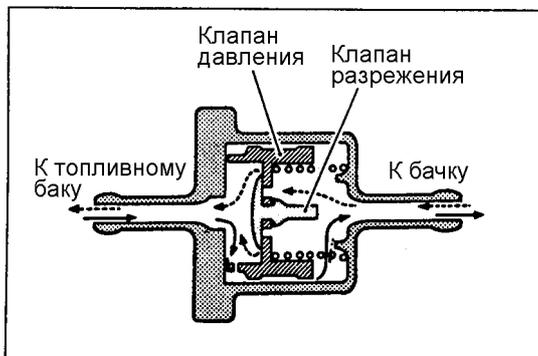

Рис. 9.8
- (2) Двухходовой клапан (рис. 9.8)